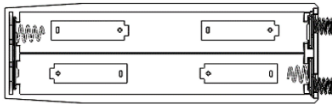
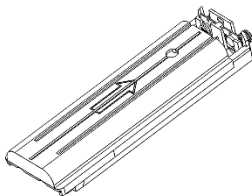

Figure 1
Figure 3
**INSTRUCTIONS POUR LA VERSION ALCALINE :** Le bloc-piles alcalines contient 4 piles AA, comme le montre la figure 1.
Retirez le bac à piles et, en tenant le bas du bac, faites glisser le couvercle supérieur vers l'arrière, comme illustré à la figure 3. Insérez les piles comme indiqué sur la figure 1, et faites glisser le plateau supérieur pour le refermer. Insérez le bac à piles dans la lampe de poche, la flèche pointant vers l'ouverture.